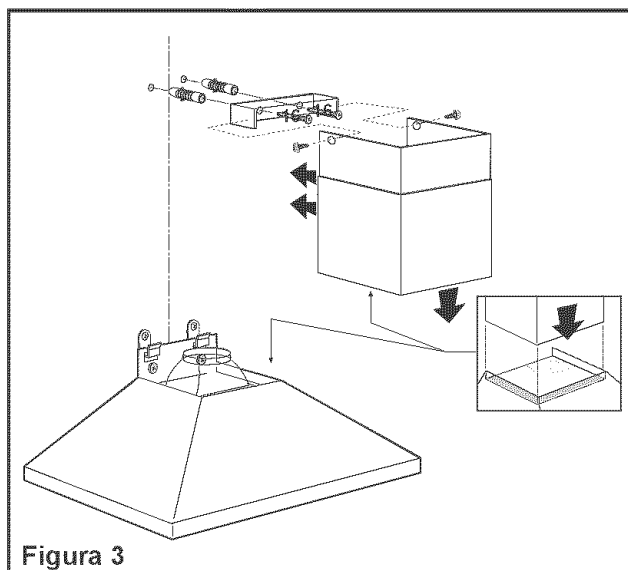

Figura 3
10. Coloque las escarpas que sujetan la chimenea en la pared en plano respecto al techo con los tornillos especiales para cartón yeso que encontrará en el kit. Figura 3.